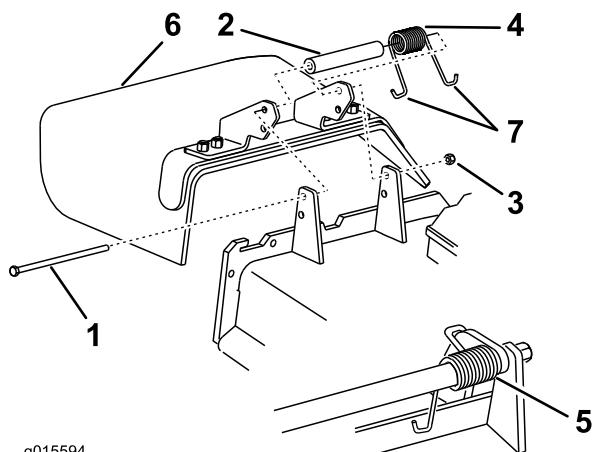

Figure 88
Remarque: Prenez soin de placer une extrémité en J du ressort derrière le bord du tablier avant de mettre le boulon en place, comme illustré à la Figure 88.
3. Remettez le boulon et l'écrou. Accrochez l'extrémité en J du ressort au déflecteur d'herbe (Figure 88).
1. Retirez le contre-écrou, le boulon, le ressort et l'entretoise qui fixent le déflecteur aux supports de pivot (Figure 88). Enlevez le déflecteur s'il est endommagé ou usé.